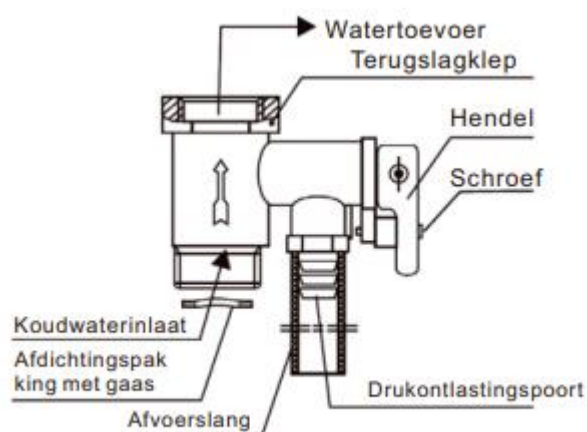

Figure 3
5. Das Sicherheitsventil (ursprüngliche Werkskennzeichnung 0,8 MPa) muss am Wassereinlassanschluss installiert werden (wie in Abb. 3 gezeigt), Teflonband muss umwickelt werden, um die Abdichtung zu gewährleisten. Die Pfeilrichtung sollte der Fließrichtung des Wasserzulaufs des Elektroboilers entsprechen (siehe Abb. 3). Die Netzdichtung sollte am Kaltwassereinlass des Sicherheitsventils installiert werden, und der Abflussschlauch am Überdruckauslass des Sicherheitsventils sollte installiert werden, um ein kontinuierliches Gefälle aufrechtzuerhalten. Der Warmwasserbereiter sollte in einer frostfreien Umgebung installiert und dann bis zum Erdschluss verlegt werden, in Verbindung mit der Atmosphäre gehalten und ordnungsgemäß gesichert werden, um Verbrühungen durch den Austritt von heißem Wasser oder Dampf zu verhindern. Das Sicherheitsventil kann verhindern, dass der Tankdruck den Nenndruck um 0,1 MPa überschreitet. Wenn der Druck im Tank zu hoch ist, öffnet sich automatisch das Sicherheitsventil und Wasser wird aus dem Druckentlastungsanschluss abgelassen, um den Druck abzubauen.
8. Bei normalem Gebrauch sollte der Griff des Sicherheitsventils (Abb.3) regelmäßig geöffnet werden, um Kalkablagerungen zu entfernen.